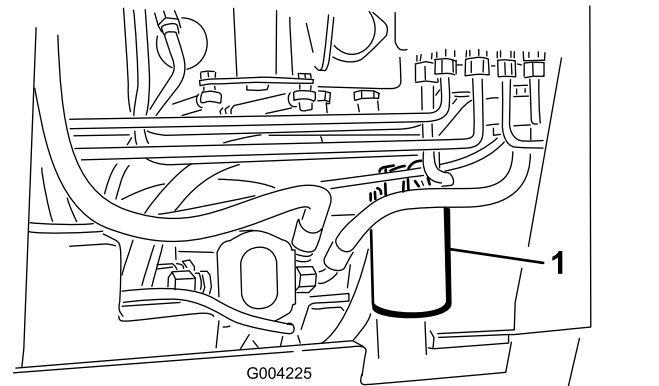

Figura 59
4. Coloque un recipiente debajo del filtro (Figura 59).
5. Retire el filtro usado (Figura 59) y limpie con un paño la superficie de la junta del adaptador del filtro.
7. Instale el filtro hidráulico nuevo en el adaptador del filtro (Figura 59). Apriete el filtro en el sentido de las agujas del reloj hasta que la junta de goma entre en contacto con el adaptador del filtro, luego apriete el filtro 3/4 de vuelta más.